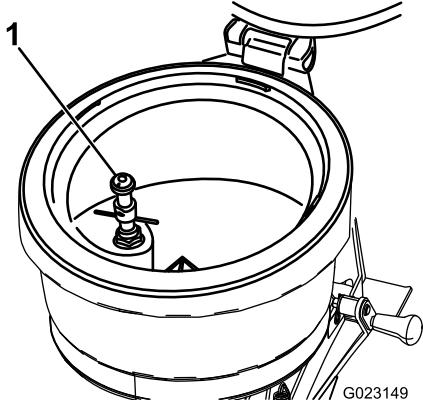

图 34
冲洗瓶图34位于清洁加药器药缸内。使用冲洗瓶去除装有化学品的容器瓶子内的化学残留物。冲洗瓶通过喷洒系统中的溶液加压。化学品容器瓶子使用从冲洗瓶注口排出的喷洒系统溶液进行冲洗。
- A. 将容器边缘放置在冲洗瓶上方向下按以打开阀门请参阅 图 34中的 冲洗瓶 \(页码 18\)。